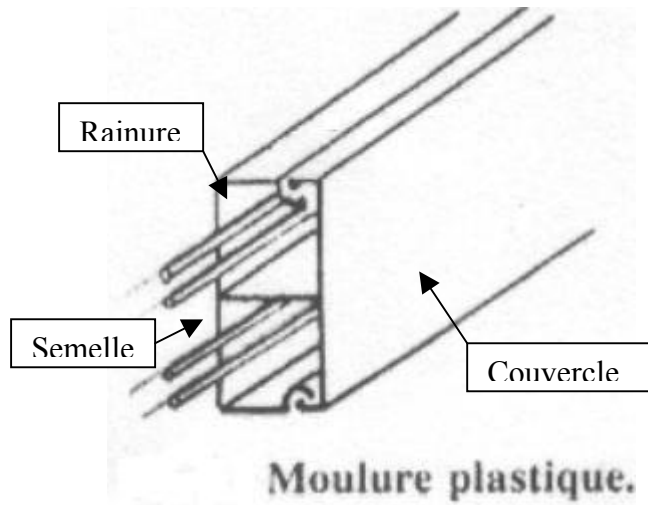

Figure 1.11 – La moulure plastique
a) La moulure plastique :(voir figure 1.11)